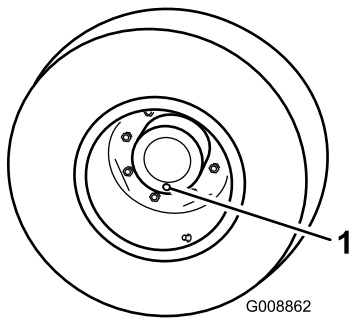

Bild 88
1. Stellen Sie auf einer ebenen Fläche ab und positionieren Sie das Rad so, dass sich eine der Prüfschrauben in der untersten Stellung (6 Uhr) befindet (**Bild 88**).